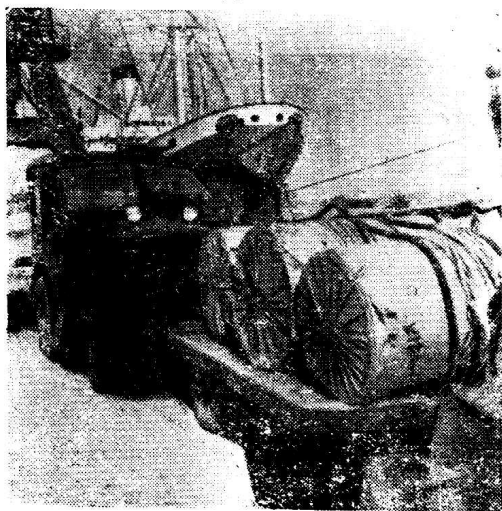

图 2
(3)拖车在场地或大船舱口边操作，常须顶走原来停放的平车，顶的时候，须慢慢地顶住平车，再加大油门前进。不可猛冲猛撞，防止机械或门窗玻璃、车灯等受震动损坏(图2)。